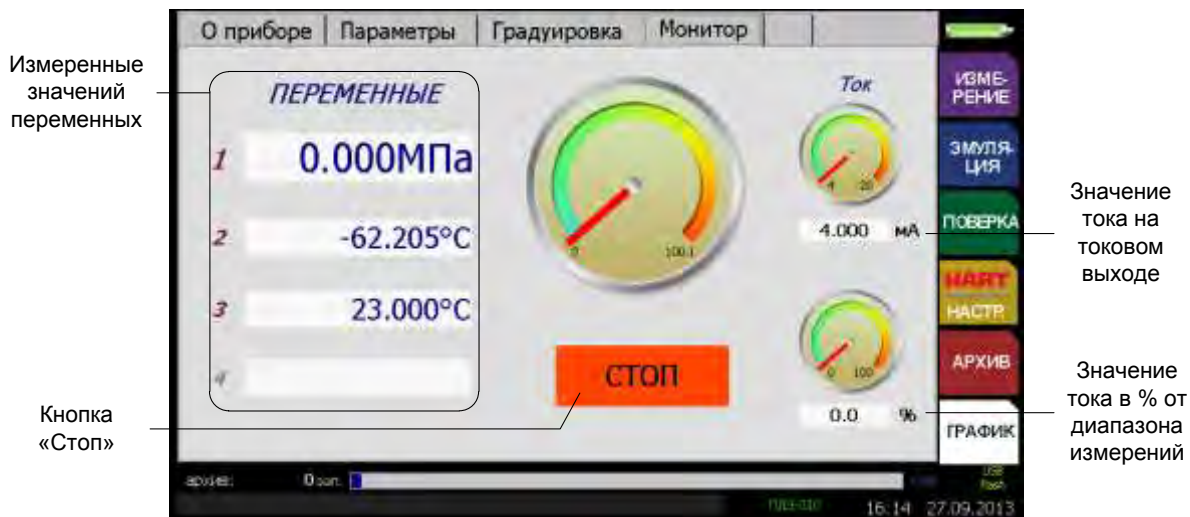

Рисунок 2.66
4) Вкладка «Монитор» предназначена для отображения параметров, измеренных ИКСУ-2012 по HART-протоколу (см. рисунок . 2.66).